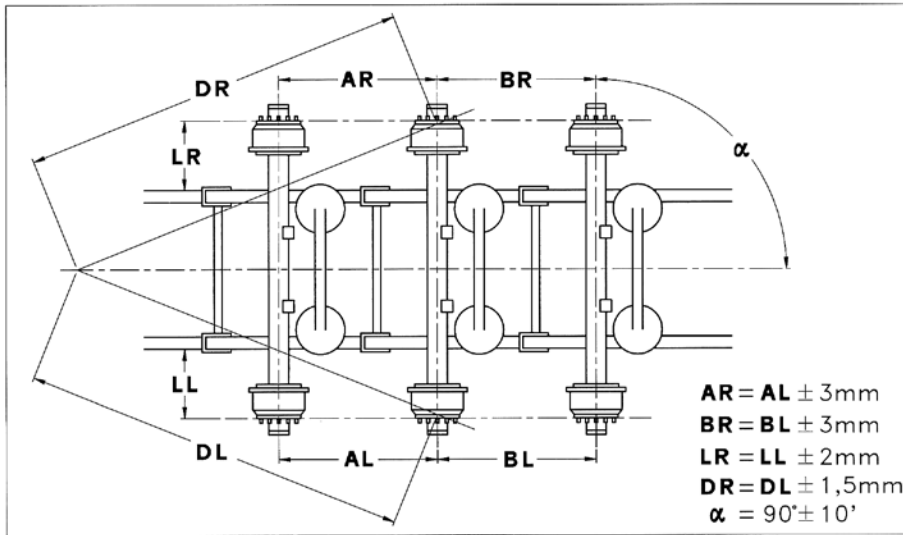
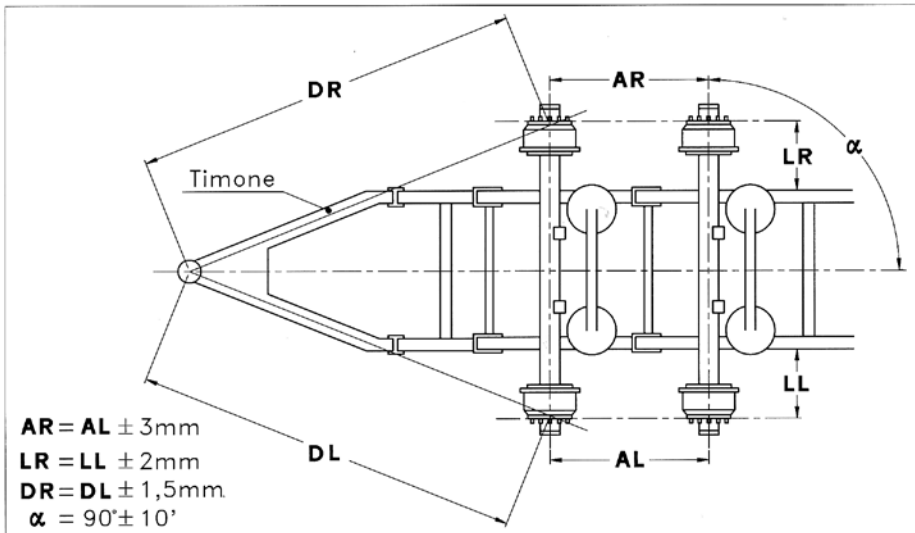

Fig.4
Fig.5
L'alignement ou le réaligement doivent être effectués en conformité avec la Fig. 4 pour les semi-remorques et de la fig. 5 pour remorque à essieux.
**IMPORTANT:** L'œil de la remorque à timon doit être positionné de manière centrale par rapport au châssis, comme représenté sur la Figure 5.